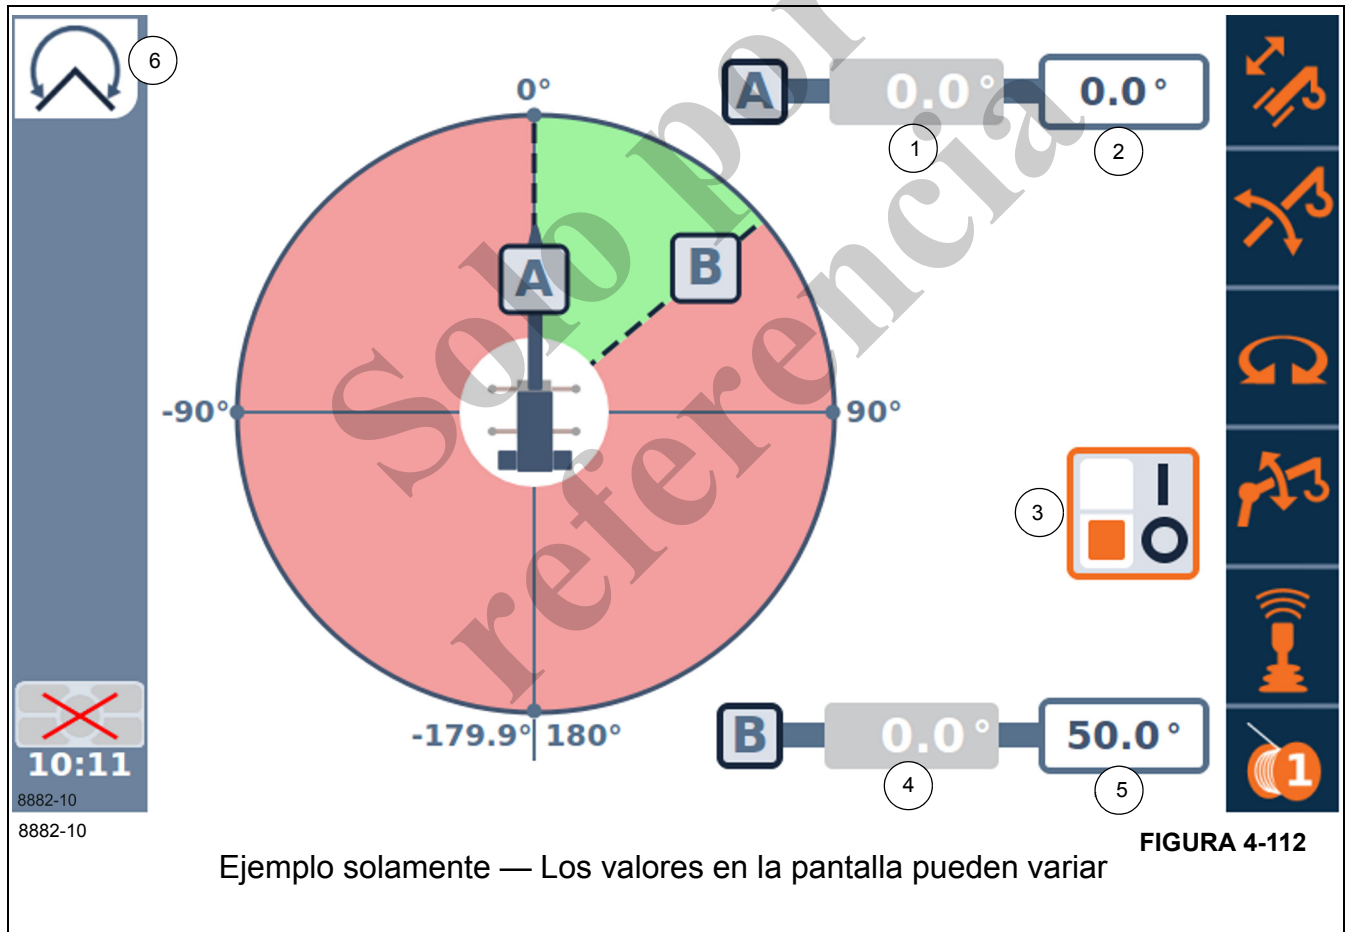

FIGURA 4-112
2. Use las teclas de función flecha izquierda o flecha derecha (4, Figura 4-62) para resaltar el símbolo del interruptor de habilitación/inhabilitación (3, Figura 4-112). Habilitado es "I" e inhabilitado es "O".
Si se selecciona la limitación del ángulo de giro en el menú de limitaciones del WRL, se muestra la pantalla de limitación del ángulo de giro (Figura 4-112).
El uso de las teclas de función, flecha izquierda y flecha derecha, (4, Figura 4-62) del panel de control de navegación o del cuadrante selector (5, Figura 4-63) cambia el objeto resaltado en la pantalla. A medida que las teclas de flecha se oprimen, otros objetos serán resaltados y el color naranja indica el objeto que está seleccionado y que puede afectarse por las acciones posteriores. En la Figura 4-112, puede verse que el símbolo de icono naranja (elemento 3) ha sido seleccionado pues está resaltado de color naranja.
3. Seleccione la pantalla de menú de ángulo de giro (2, Figura 4-108). **NOTA:** El icono de la pantalla de ángulo de giro (6, Figura 4-112) se muestra en el lado superior izquierdo de la pantalla del ODM.
4. Habilite la limitación con el cuadrante selector (5, Figura 4-63) o las teclas de flecha (4, Figura 4-62) y muévase al interruptor de habilitación/inhabilitación Encendido/Apagado (3, Figura 4-112). **NOTA:** El interruptor (3, Figura 4-112) es el de habilitación/inhabilitación de giro ENCENDIDO/APAGADO y es tipo palanca. Haga clic en OK (Aceptar) (5, Figura 4-62) o en el cuadrante selector (5, Figura 4-63) para alternar el interruptor.
5. Mueva la pluma a la posición deseada. Esta posición indicará el valor actual del ángulo de giro en la posición de giro (izquierda) del límite A (1).
6. Use el cuadrante selector (5, Figura 4-63) o las teclas de flecha (4, Figura 4-62) y muévase al valor de limitación (1, Figura 4-112). Haga clic en OK (Aceptar) para
establecer el valor actual de la posición del límite A (1, Figura 4-112).
7. Repita los pasos 4 al 6 para establecer el valor del límite B (4, Figura 4-112) de sentido de giro (derecha).
3. Seleccione la pantalla de menú de ángulo de giro (12, Figura 4-76). **NOTA:** Usted sabe que está en la vista de ángulo de giro al mirar el icono en el lado superior izquierdo de la pantalla del ODM. El icono (6, Figura 4-112) en la parte superior de la pantalla debería mostrar el icono de limitación de ángulo de giro.
4. Habilite la limitación con el cuadrante selector (5, Figura 4-63) o las teclas de flecha (4, Figura 4-62) y muévase al interruptor de habilitación/inhabilitación Encendido/Apagado (3, Figura 4-112). **NOTA:** El interruptor (3, Figura 4-112) es el de habilitación/inhabilitación ENCENDIDO/APAGADO y es tipo palanca. Haga clic en OK (Aceptar) (5, Figura 4-62) o en el cuadrante selector (5, Figura 4-63) para alternar el interruptor.
5. Use el cuadrante selector (5, Figura 4-63), para moverse y seleccionar el límite A de ángulo de giro a la izquierda (2, Figura 4-112) y establecer el valor de limitación del ángulo. Utilice OK para comenzar a cambiar el valor que se muestra. Introduzca un valor con el cuadrante selector (5, Figura 4-63) o las teclas de flecha superior e inferior (4, Figura 4-62) para cambiar el valor (en décimas) al valor de ángulo de giro deseado. Use el botón OK (Aceptar) (5, Figura 4-62) para terminar de introducir los valores.
6. Repita el paso 5 para establecer el valor del límite B (5, Figura 4-112) de sentido de giro a la izquierda.
NOTA: Cuando se desconecta la alimentación al sistema de control, también se inhabilitan las limitaciones del WRL, pero se recordarán los puntos de ajuste (2) y (5) como se muestra en (Figura 4-112).
1. Seleccione la pantalla de menú de ángulo de giro (2, Figura 4-108). **NOTA:** El icono de la pantalla de ángulo de giro (6, Figura 4-112) se muestra en el lado superior izquierdo de la pantalla del ODM.